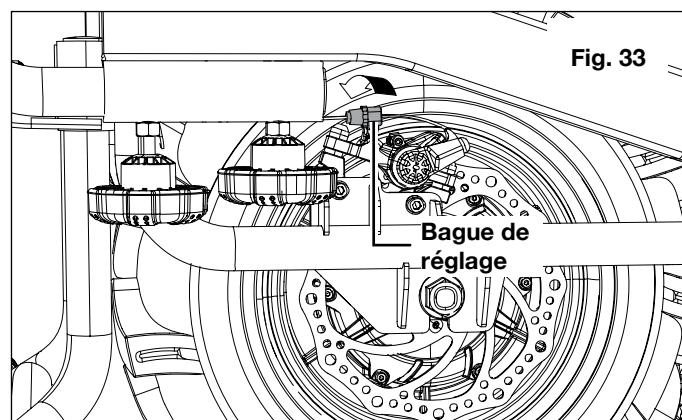

Fig. 33
6. Desserrez la bague de réglage située près de la roue tout-terrain en la tournant dans le sens antihoraire (Fig. 33).